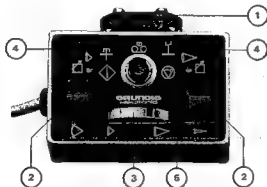

Abb. 19
Die Stativhalterung (1) (Abb. 19) ist abnehmbar. Das Bedienteil kann dann auch als Tischpult verwendet werden.